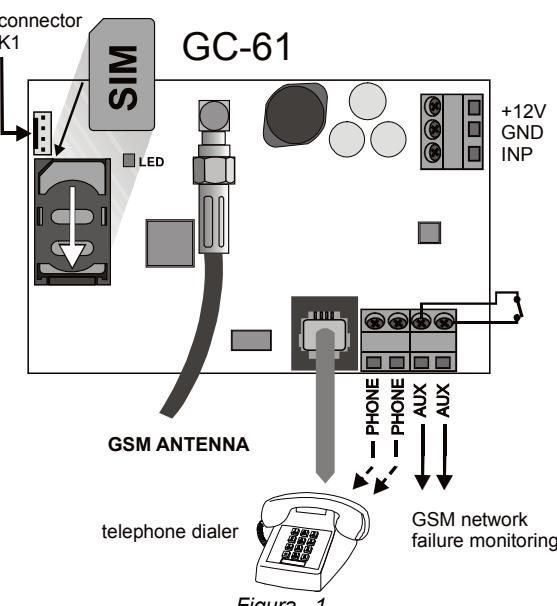

Figura. 1
- g) La salida AUX se activa cuando la red GSM no está disponible durante 15 minutos. AUX puede utilizarse como una salida de alarma. (contacto seco N/A, max. 100mA / 60V) – ver la figura 1